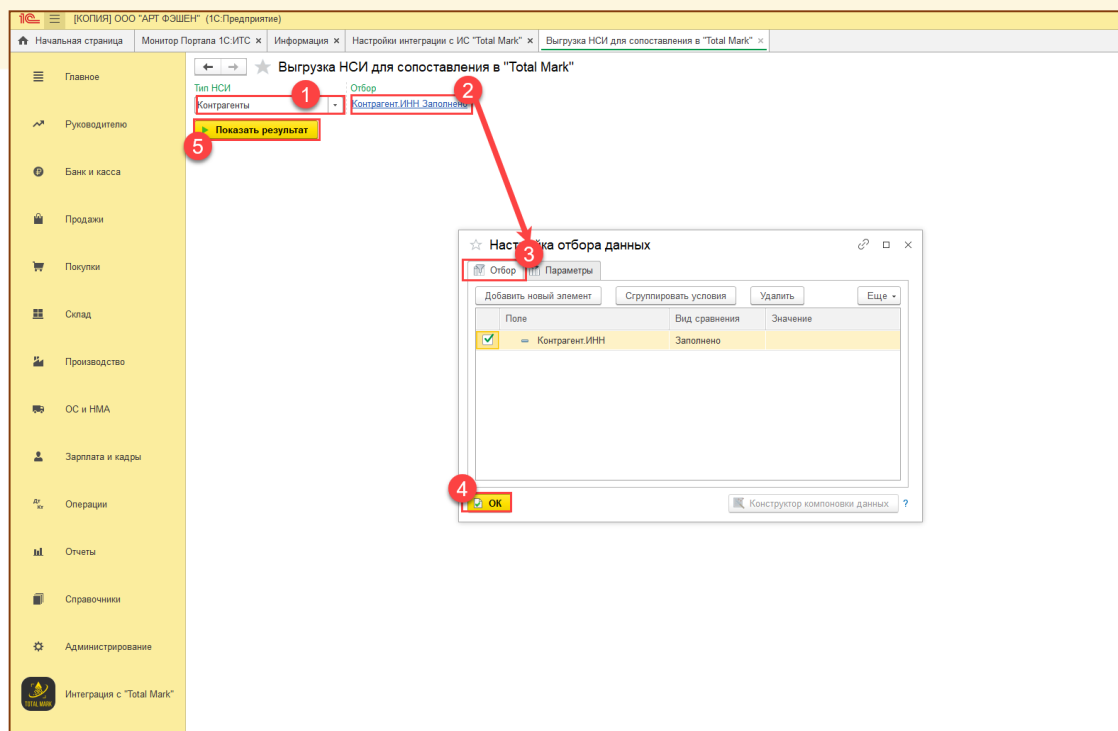

Рис. 4-7 - Сопоставление НСИ
- Выбрать тип НСИ, задать отбор при необходимости и нажать «Показать результат» (Рис. 4-7);